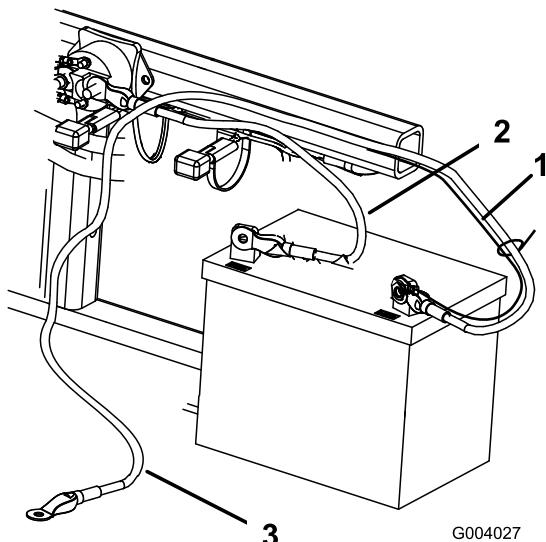

図 6
- ボルト $\frac{1}{4} \times \frac{5}{8}$ "とロックナットで、赤いプラス+ケーブルをバッテリーのプラス+端子に固定する図6。